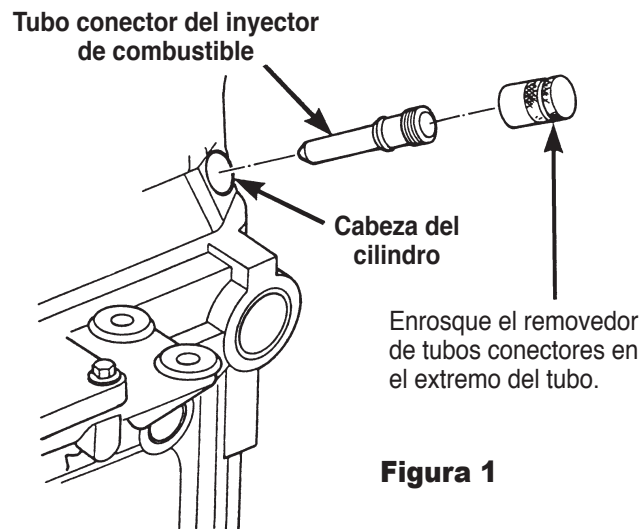

Figura 1
3. Enrosque el removedor de tubos conectores de inyectores de combustible en el extremo del tubo conector de inyectores. Jale el tubo de la cabeza del cilindro. Vea la Figura 1.